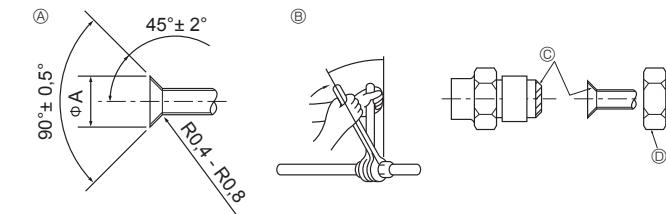

Fig. 4-1
4.2. Kople til rør (Fig. 4-1)
① Leppeskjæringsdimensjoner